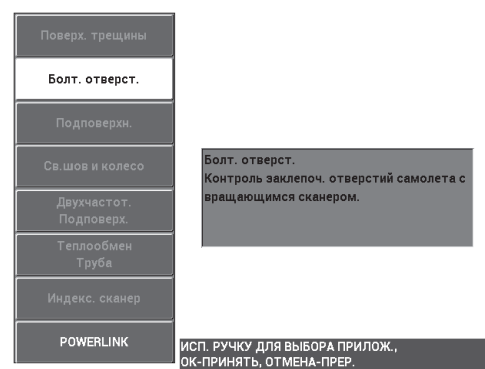

Рис. 5-11 Контроль болтовых отверстий
- При использовании более ранней версии ПО, нажмите клавишу ADV SETUP (), затем выберите **ВЫБОР ПРИЛОЖ.** (клавиша A), чтобы открыть окно выбора приложений. С помощью ручки выберите **Болт.отверст.** и нажмите ✓ для подтверждения (см. Рис. 5-11 на стр. 134).